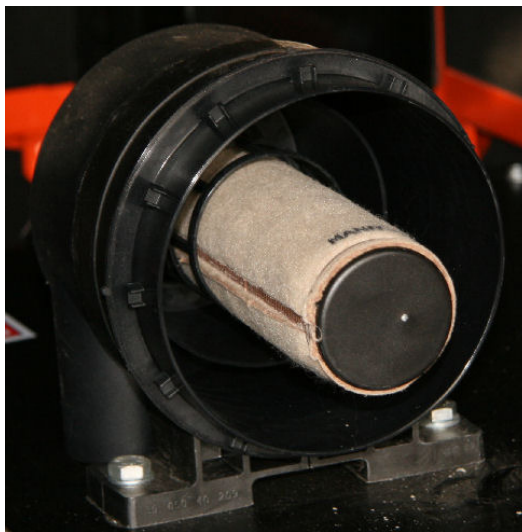

Bild 2-12 Sicherheitselement
4. Ziehen Sie das innere Sicherheitselement heraus (Bild 2-12).